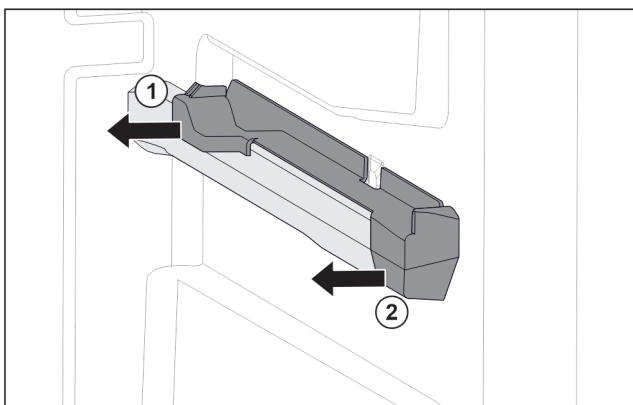

Fig. 77 Natični dio na desnom žlijebu spremnika
- Skinite natični dio straga u stranu. Fig. 77 (1)
- Skinite natični dio sprijeda u stranu. Fig. 77 (2)